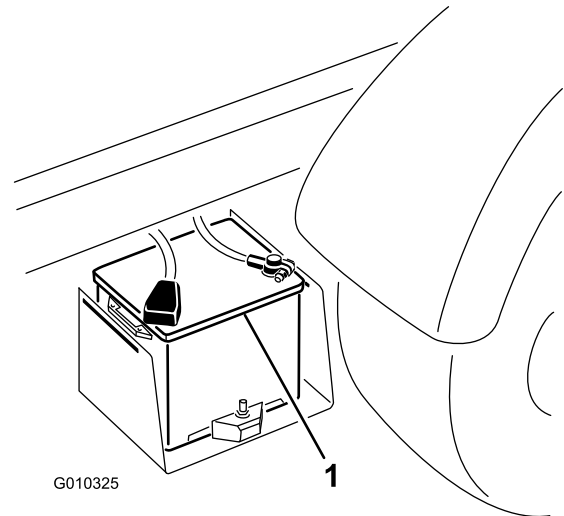

Figura 53
2. Collegare un cavetto portatile tra i poli positivi delle due batterie (Figura 53). Il polo positivo è identificato dal simbolo + sul coperchio della batteria.